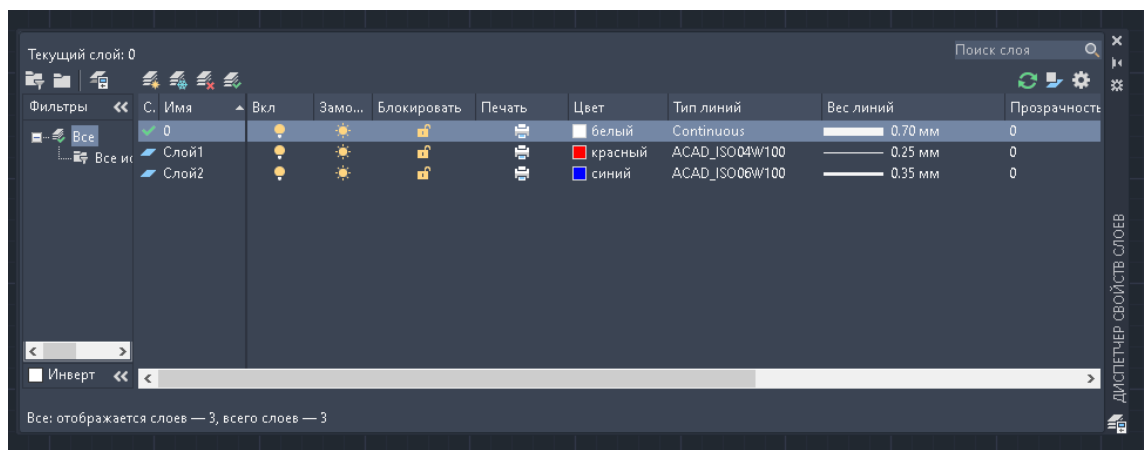

Рисунок 6 – Создание новых слоёв
3. В окне создания слоя (рис. 6) укажите: